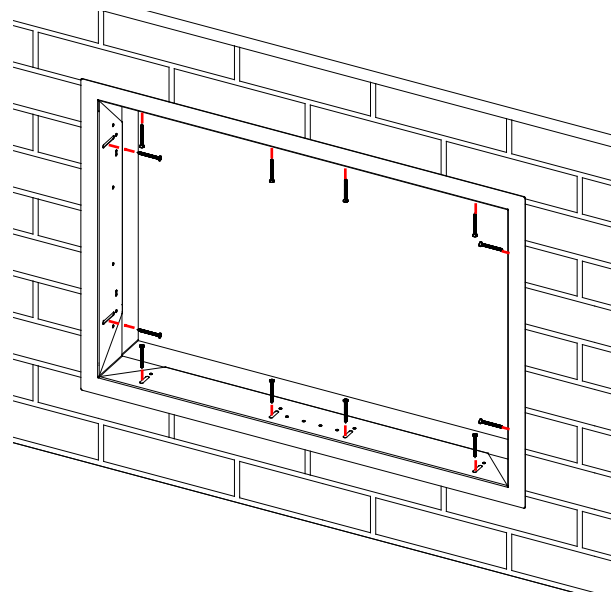

Abb. V.2
3. Verschraube den Rahmen mit dem Mauerwerk (siehe Abb.V.2).